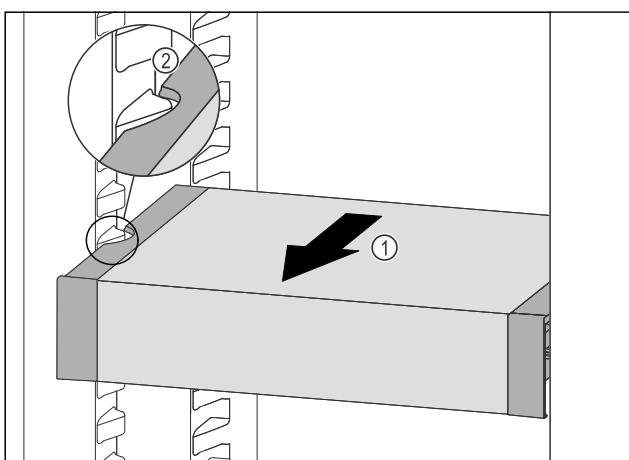

Fig. 102
► Вытягивайте VarioSafe вперед Fig. 102 (1), пока боковые выемки VarioSafe не окажутся на высоте выступа резервуара в холодильном отделении. Fig. 102 (2)